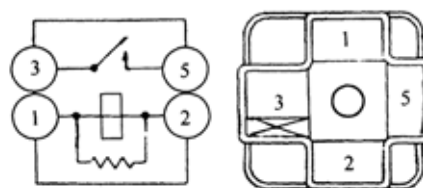

图 9-12
2. 起动机继电器总成导通情况的检查(如图 9-12 所示)